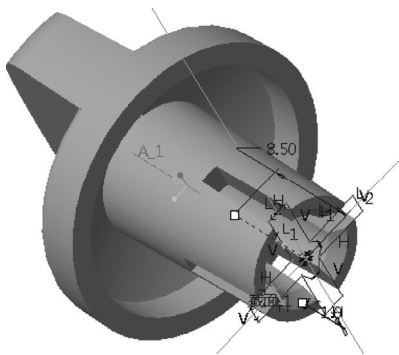

图 12-26 特征几何预览
6) 深度方向指向实体，输入深度值“8.5”，接着在“拉伸”选项卡中打开“选项”面板，选中“添加锥度”复选框，在“锥度”数值框中输入“-1”并按〈Enter〉键确认，此时特征几何预览如图 12-26 所示。